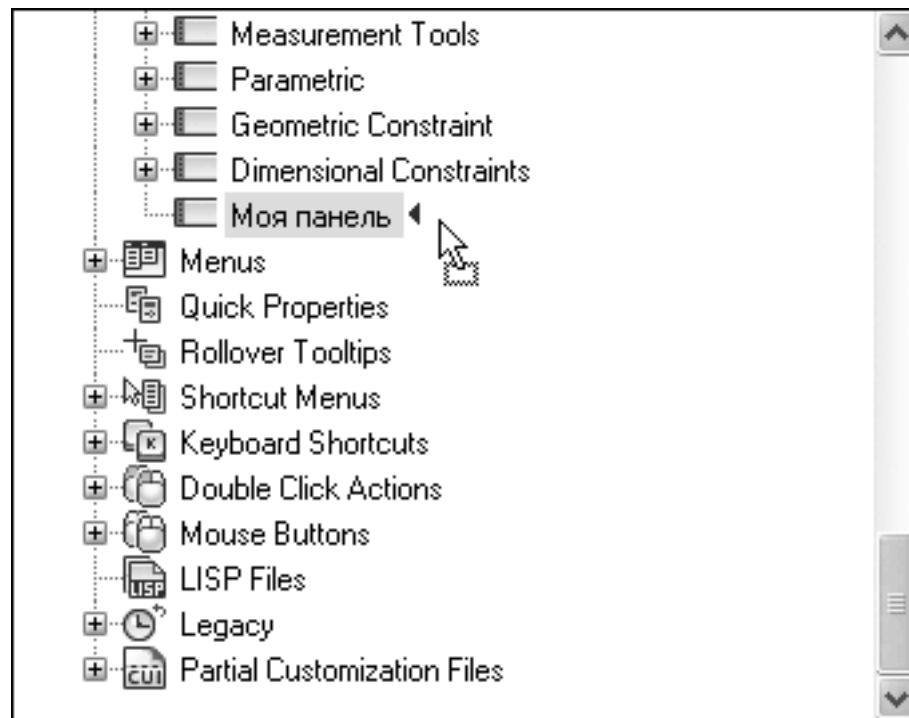

Рис. 1.27. Добавление команды на панель инструментов
3. Теперь следует добавить на панель команды. Для этого выберите необходимую команду в списке и с помощью мыши перетяните ее в область **Customizations in All Files** (Настройка всех файлов). Поместите указатель напротив созданной вами панели инструментов (рис. 1.27). Отпустите кнопку мыши – и команда будет добавлена на эту панель.